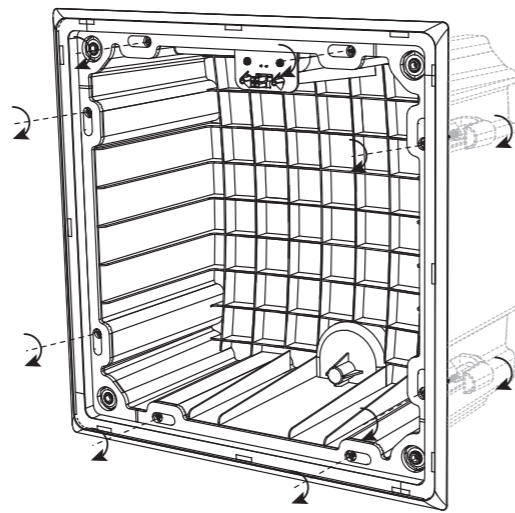

Fig. 18. Tighten the mounting clamp screws (X8)
3. Sostenga la lata trasera en su lugar en el techo, mientras aprieta los tornillos de la abrazadera de montaje en el sentido de las agujas del reloj (Fig. 18). Haga esto sistemáticamente hasta que las ocho abrazaderas estén en su posición y sujeten la parte trasera de forma segura al panel de yeso del techo.